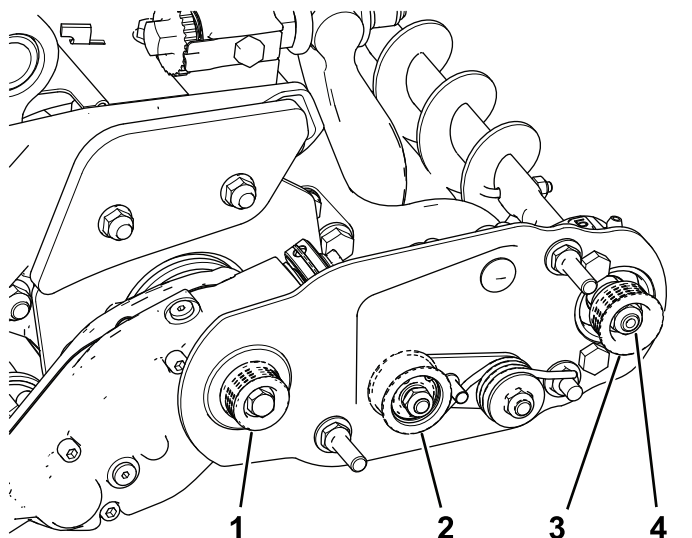
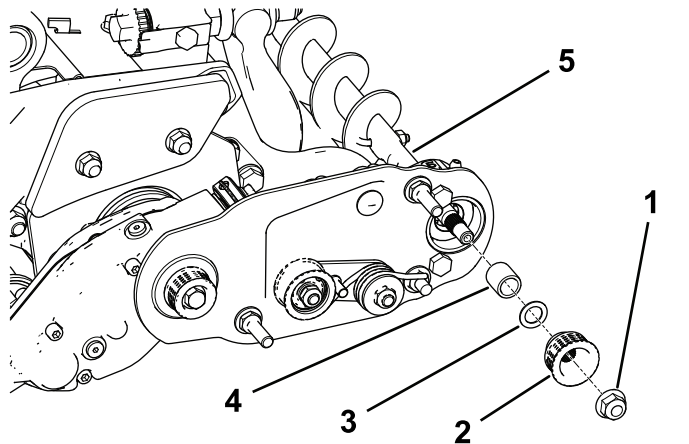

图22
图23
1. 从动皮带轮位于滚筒刷轴可以自由出入 图22。
2. 旋转滚刀会带动驱动皮带轮旋转把皮带从驱动皮带轮上撬下来 图22。
3. 卸下将从动皮带轮固定至刷轴的锁紧螺母 图22 或 图23。
4. 从轴上卸下从动皮带轮 图23。
5. 如果皮带轮需要移出可添加 0.8mm 厚的垫圈 图23。
6. 如 图23 所示安装皮带轮。